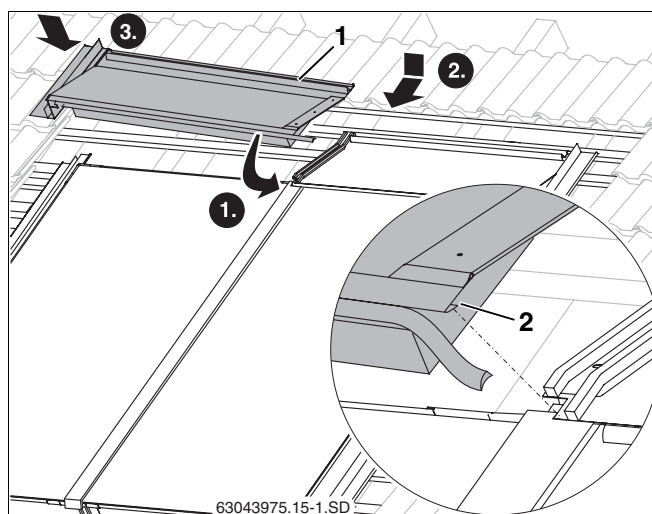

Рис. 56 Верхний левый накладной лист
- Другие верхние накладные листы заправить фальцем (рис. 56, поз. 2) в уже смонтированный накладной лист и затем придвинуть к коллектору.
- Ввести левый верхний накладной лист (рис. 56, поз. 1) в левый боковой накладной лист.